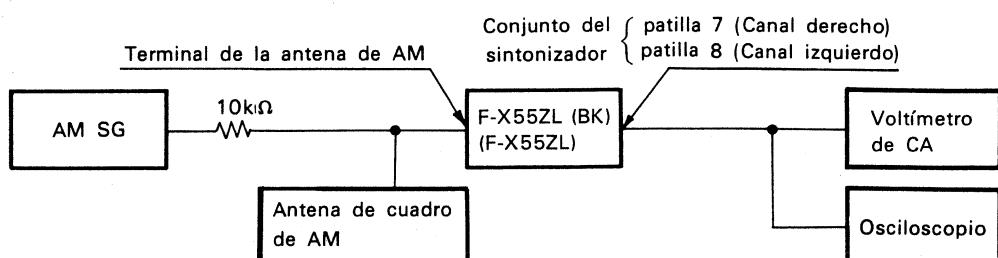

Fig. 12-2 Diagramma de conexión de ajuste de AM
- Conecte como es indicado en la Fig. 12-2.
- Oprima la tecla AM (LW) para fijar el modo AM (LW).